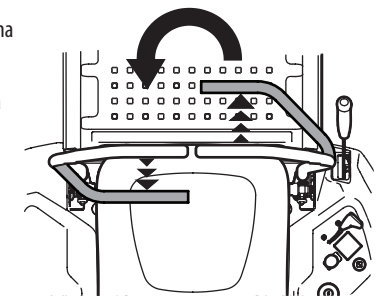

Figura 35
3. Para girar en sentido contrario a las agujas del reloj, mueva la palanca de control de la transmisión derecha hacia adelante mientras mueve simultáneamente la palanca de control de la transmisión izquierda hacia atrás. Consulte la Figura 35.